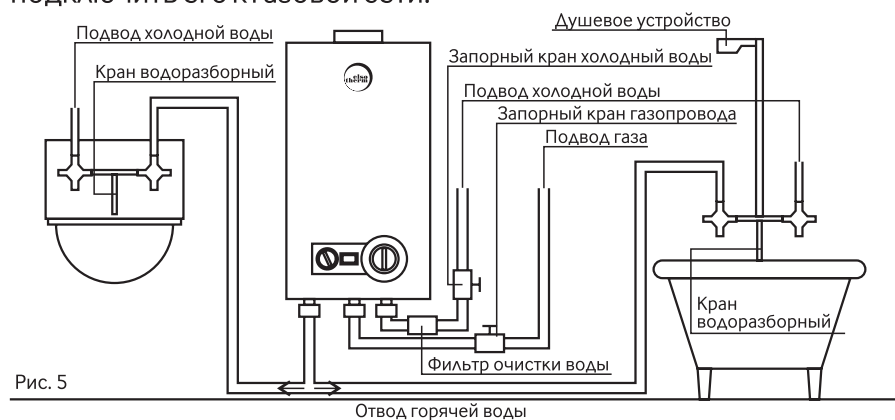

Рис. 5
3.1.6 Перед установкой аппарата на стену из трудновоспламеняемого материала необходимо предварительно установить изоляцию, состоящую из оцинкованного листа толщиной 0,8... 1 мм по листу базальтового теплоизоляционного картона БТК толщиной 3...5 мм. Изоляция должна выступать за габариты корпуса аппарата не менее чем на 100 мм с каждой стороны (см. рис.5). Расстояние от боковых поверхностей аппарата до трудновоспламеняемых стен без применения теплоизоляции должно быть не менее 250 мм. При уменьшении указанного расстояния до 150 мм необходимо установить теплоизоляцию (обивка стен оцинкованным листом по листу теплоизоляционного материала). При установке аппарат на несгораемых стенах устройство изоляции не требуется.